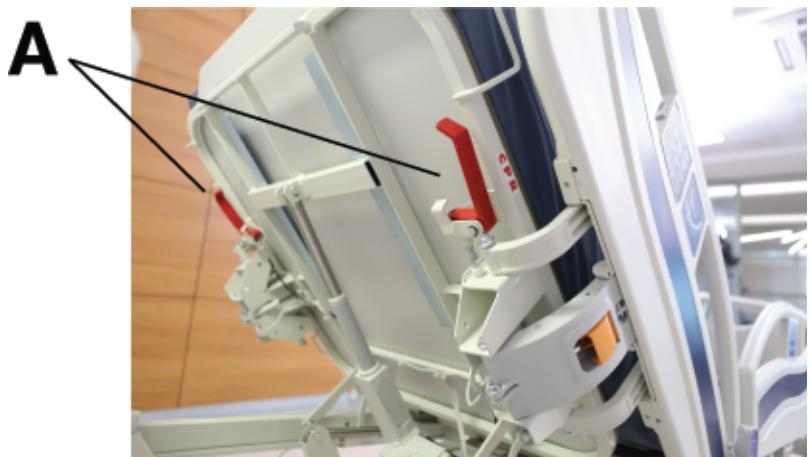

Figure 13 – Débrayage pour position d'urgence RCP
1. Saisir l'un des deux leviers (A) et le tirer vers l'extérieur (Figure 13).